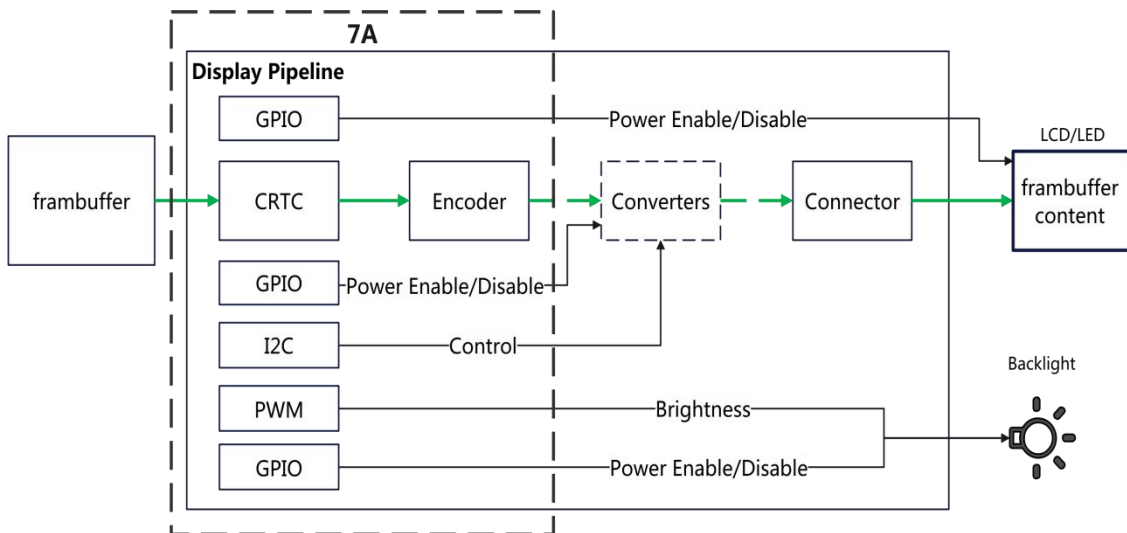

图 3-1 液晶屏显示管线
**方案说明：**将桥片作为信号转换芯片的主控时，硬件参考设计如图 3-1，将显示控制器的 I2C 连接到转换芯片。用于实现对信号转换芯片的控制和读取 EDID 功能。使用桥片的 GPIO 管脚来控制转换视频转换芯片的电源，背光电源和液晶屏电源。